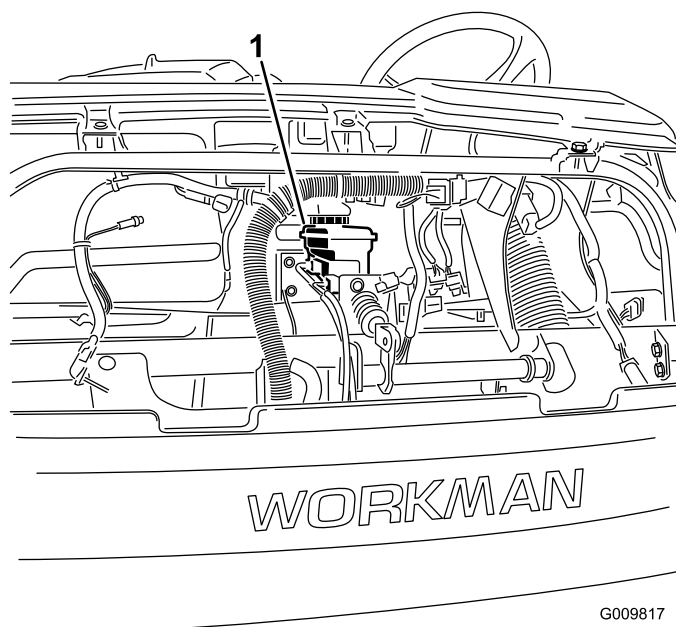

Figura 56
4. Ridicai capota pentru a avea acces la cilindrul principal de frână i la rezervor (Figura 56).